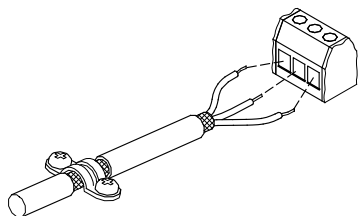

Fig. 38 Exemple d'un câble avec blindage dénudé
- Placer le blindage le plus près possible des bornes de raccordement. Voir fig. 38.